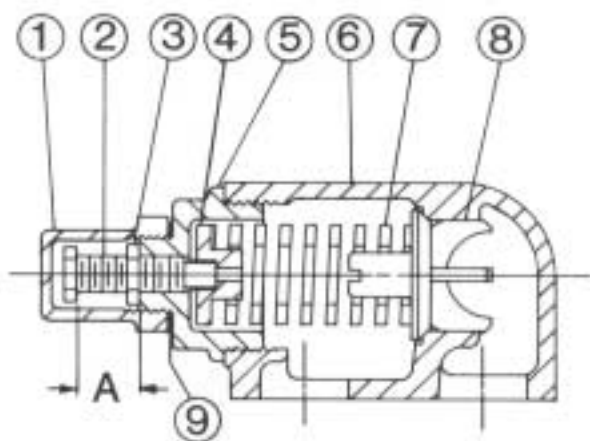

FIGURA 9
2. Mida y anote la longitud del tornillo de ajuste. Ver "A" en la Figura 9.